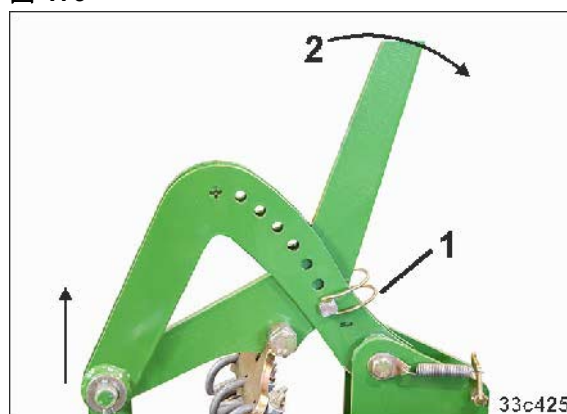

図 180
- 3.3 調整レバーの動き (図 180/2) は前方になります。
(図 180/1)